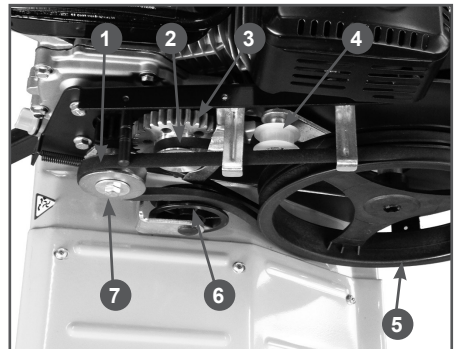

Рис. 27 Обслуживание ремней привода
2. Снимите ремень 1 переднего хода со шкивов вала двигателя 7 и редуктора 5 (Рис. 27).
4. Снимите ремень 2 заднего хода со шкивов шестерни 3 заднего хода и редуктора 5 (Рис. 27).